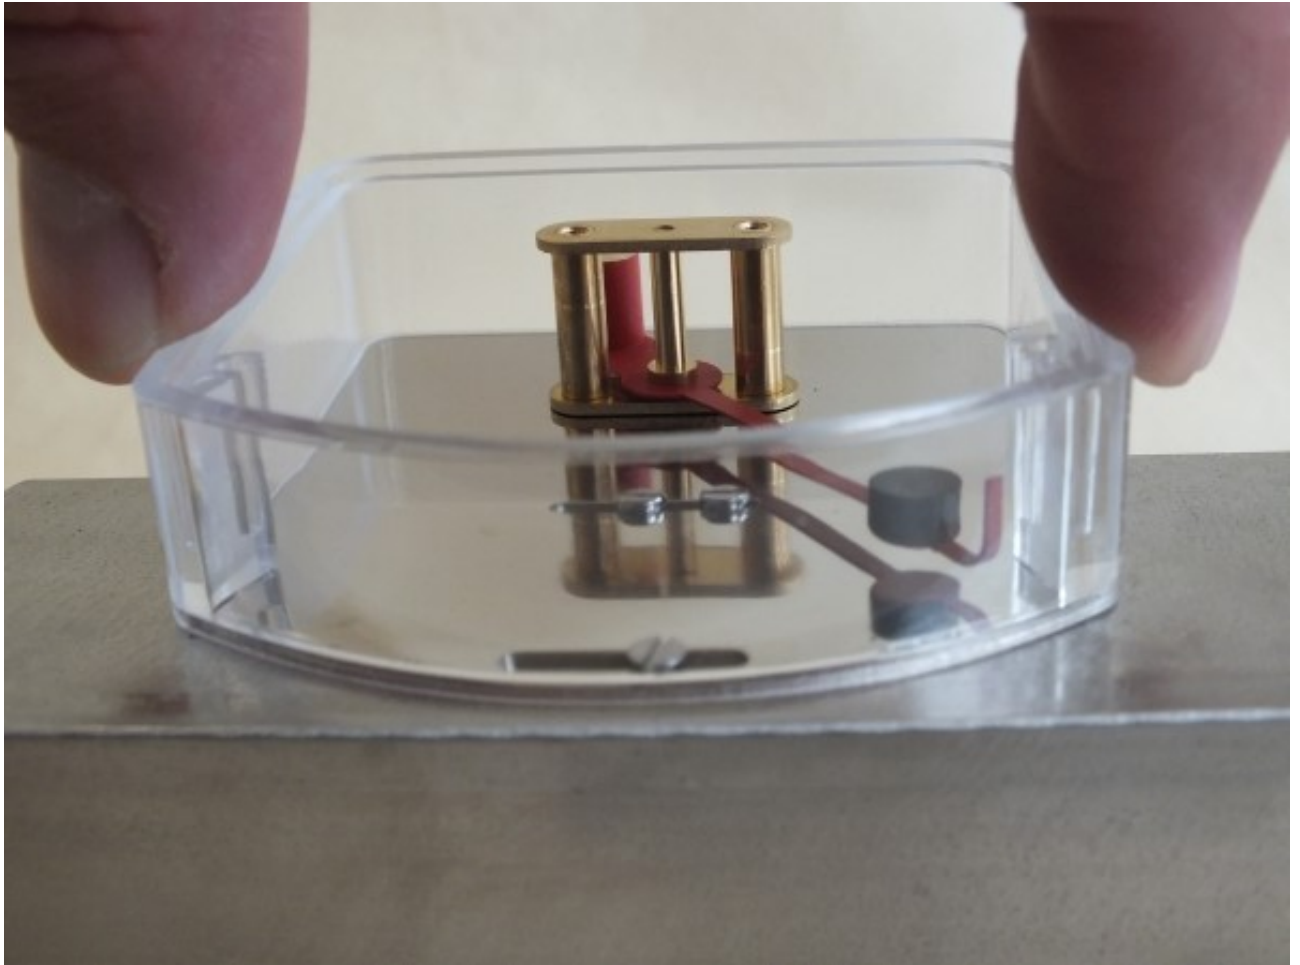

Abb. 65: Anzeigengehäuse aufsetzen
13. ► Kunststoffgehäuse auf die Anzeige-Bodenplatte aufsetzen und andrücken bis dieses einrastet (*Abb. 65*)